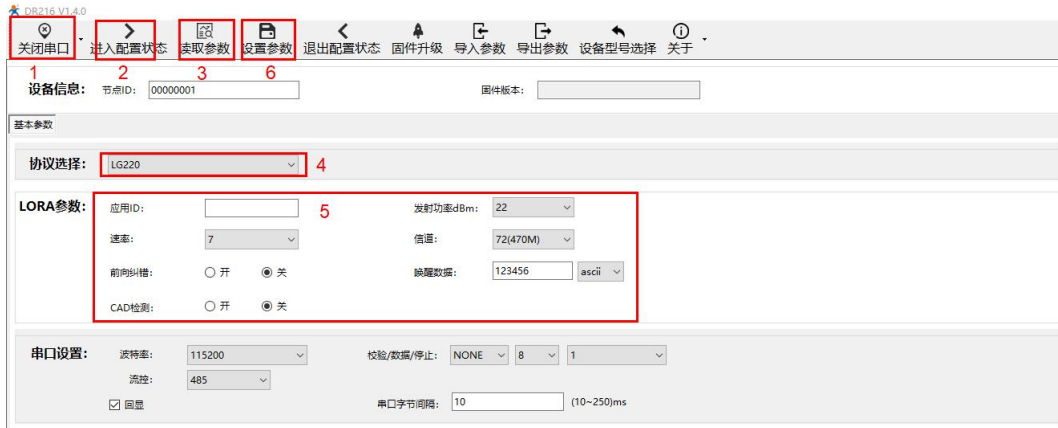

图 1 模组参数设置
(1) 使用 RS232 或者 RS485 工具连接 LG206 的串口接入电脑，集中器、LG206 装上天线，然后分别上电，电脑连接集中器 WIFI 打开内配置页面配置，按照参数列表内容进行设置。
(2) 打开 LoRa 设置软件（选择 LG206），依次点击“打开串口(串口参数：115200，None，8，1)”、进入配置状态、读取参数、填写相关参数、设置参数，如“图 1”所示。
(3) 如需通过指令设置，可参考“表 2”内容。